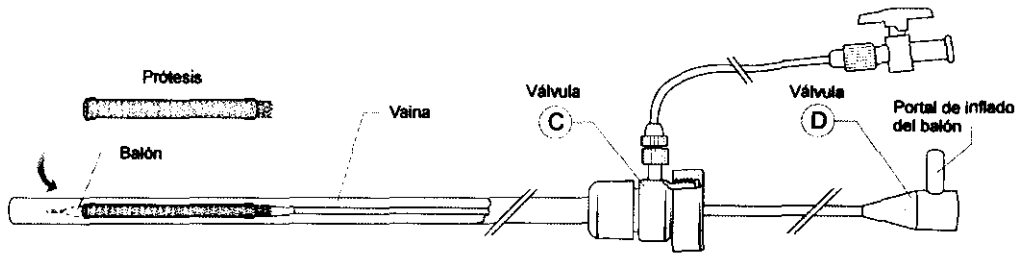

FIGURA -2
Las válvulas hemostáticas (C) y (D) tienen accesos laterales que permiten purgar los tubos (vaina y empujador) hasta quitar completamente el aire de su interior (ver figura -2-).